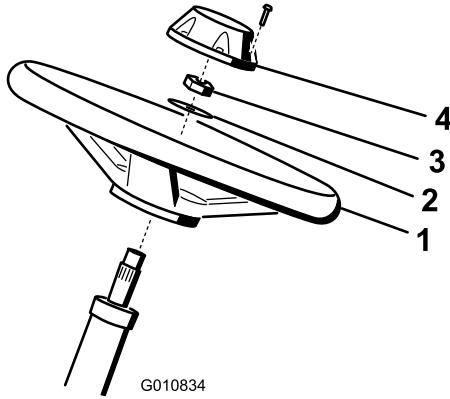

Figure 3
1. Glissez le volant sur l'arbre de direction (Figure 3).
2. Glissez la rondelle sur l'arbre de direction (Figure 3).
- Fixez le volant sur l'arbre (Figure 3) à l'aide d'un écrou de blocage serré à un couple de 27 à 35 N·m.
- Fixez le couvre -moyeu au volant avec une vis (Figure 3).